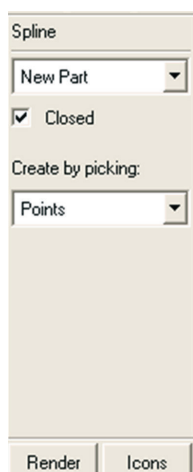

Figura 3.5 - Configurando a *Spline*.
- Na parte inferior dessa caixa de diálogo, selecione, no primeiro campo, a opção *New Part*. Ative a opção *Closed*. E, no campo *Create by picking*, selecione *Points* (Figura 3.5).